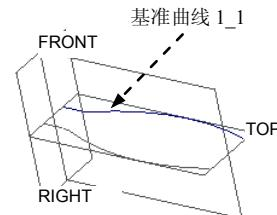

图 6.7.4 创建基准曲线 1_1
Step3. 镜像基准曲线 1，得到图 6.7.4 所示的基准曲线 1_1。
(1) 选择下拉菜单 **编辑(E)** → **特征操作(F)** 命令，在弹出的菜单中选择 **Copy(复制)** → **Select(选择)** → **Independent(独立)** → **Done(完成)** 命令。